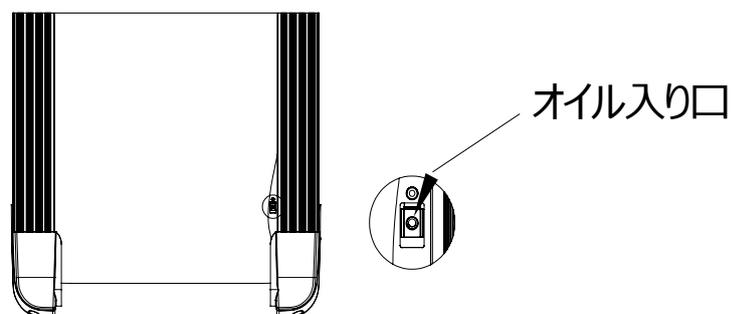

図2
2. 図2に示すように、オイルポートを露出させ、オイルポートの端にあるプラグを開きます。